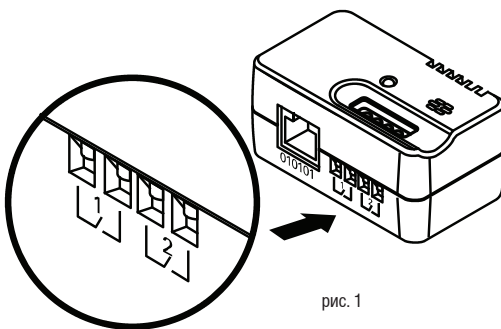

рис. 1
3. Подключите контакты первого внешнего устройства к клеммам 1 и 2. Подключите контакты второго внешнего устройства к клеммам 3 и 4 (см. рис. 1.) как указано в таблице ниже: